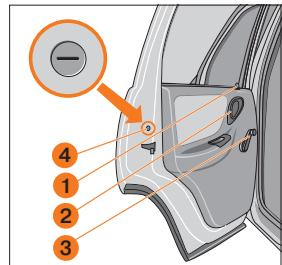

Рис. 9. Задняя дверь
**Задние двери** блокируются изнутри салона нажатием на кнопку 1 блокировки замка, как при открытой, так и при закрытой двери (рис. 9).
Для опускания и подъёма стекла задних дверей используются механические стеклоподъёмники, которые приводятся в действие рукояткой 3 (рис. 9). Стекло задней двери опускается не полностью.
Если на заднем сиденье находятся дети, рекомендуется ключом зажигания повернуть шлиц защелки 4 на 90° (рис. 9).